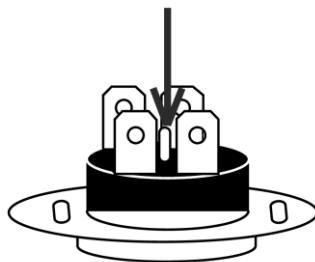

Рисунок 6
- нажать до щелчка кнопку, расположенную по центру термовыключателя (имеет круглую форму), рисунок 6;